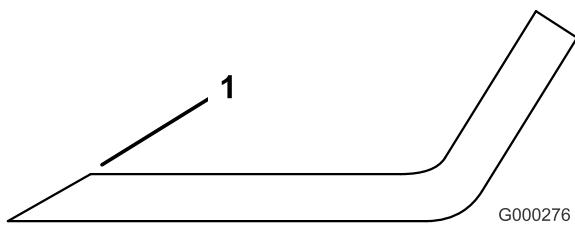

図 81
1. ブレードは、左右の刃先をやすりで磨く(図 81)。刃先の角度を変えないように注意すること。左右と同じだけ削るようにすればバランスが狂わない。